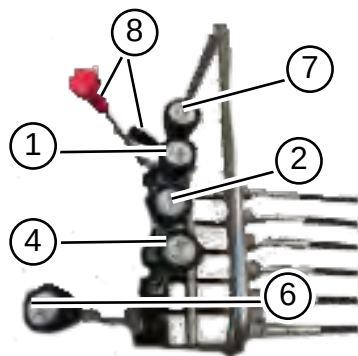
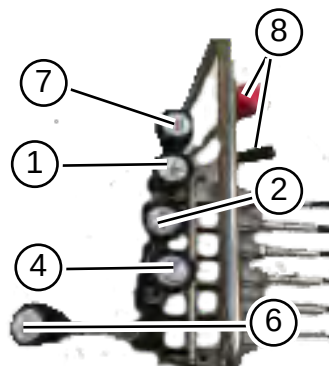
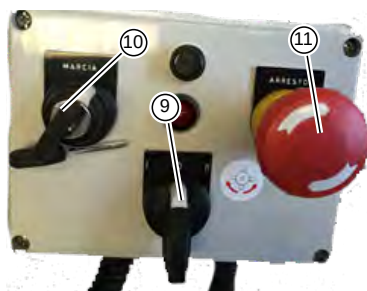

Fig. 37
Fig. 38
Fig. 39
- 10) Ignition key ("Fig. 39");
- 11) Emergency stop ("Fig. 39");
- 10) Clé de contact ("Fig. 39");
- 11) Arrêt d'urgence ("Fig. 39");
- 10) Zündschlüssel ("Fig. 39");
- 11) Notruftaste ("Fig. 39");
- 10) Llave de contacto ("Fig. 39");
- 11) Parada de emergencia ("Fig. 39");
- 10) Chave de ignição ("Fig. 39");
- 11) Botão cogumelo de emergência ("Fig. 39");
L'accensione e l'inversione del rotore si azionano abbinando le leve (8, "Fig. 37") o (8, "Fig. 38").
Se la macchina è corredata di Kit Kompressor, le leve (8, "Fig. 37" o "Fig. 38") non sono presenti. L'accensione e l'inversione si ottengono ruotando il selettore (9, "Fig. 39") in posizione I per avere la rotazione oraria, o in posizione II per avere la rotazione antioraria.
The ignition and reversal of the rotor are actuated by matching the levers (8, "Fig. 37") or (8, "Fig. 38").
If the machine is equipped with kit Kompressor, the levers (8, "Fig. 37" o "Fig. 38") are missing. The ignition and reversal are obtained by rotating the selector (9, "Fig. 39") in the I position to obtain the clockwise rotation, or in position II to obtain the anti-clockwise rotation.
Le démarrage et l'inversion du rotor sont actionnés en unissant les leviers (8, "Fig. 37") ou (8, "Fig. 38").
Si la machine dispose d'un Kit Kompresseur, les leviers (8, "Fig. 37" o "Fig. 38") ne sont pas présents. Le démarrage et l'inversion sont obtenues en tournant le sélecteur (9, "Fig. 39") dans la position I pour obtenir la rotation dans le sens horaire, ou en position II pour obtenir la rotation dans le sens antihoraire.
die Zündung und die Umkehrung des Rotors werden durch die Zusammenführung der Hebel (8, "Fig. 37") oder (8, "Fig. 38"). Wenn das Gerät mit einem Kompressor-Kit vorgesehen ist, die Hebel (8, "Fig. 37" und "Fig. 38") nicht vorhanden sind. Die Zündung und die Umkehrung werden durch das Drehen des Auswahl wie folgt erhalten (9, "Fig. 39"): in Position I, um die Drehung im Uhrzeigersinn zu erhalten, oder in Position II, um die Drehung im Gegenuhrzeigersinn zu erhalten. Die Steuerung für den Rotorbetrieb funktioniert mit 12V. Das rote Kabel an den Pluspol und das schwarze Kabel an den Minuspol der Batterie zu verbinden.
El encendido e inversion del rotor se actúan combinando las palancas (8, "Fig. 37") o (8, "Fig. 38"). Si la máquina tiene el kit compresor, las palancas (8, "Fig. 37" o "Fig. 38") no están presentes. El encendido e inversion se actúan roteando el selector (9, "Fig. 39") en posición I para la rotación horaria o en posición II para la rotación contra horaria. El mando de acción del rotor funciona con 12V. Conectar el cable rojo al polo positivo y el cable negro al polo negativo de la batería.
Ligar e inverter o rotor é operado através da combinação de alavancas (8, "Fig. 37") ou (8, "Fig. 38"). Se a máquina estiver equipada com o Kit Kompressor, as alavancas (8, "Fig. 37" ou "Fig. 38") não estão presentes. Acendimento e inversão são obtidos rodando o interruptor seletor (9, "Fig. 39") para a posição I para rotação no sentido horário, ou para a posição II para rotação no sentido anti-horário. O acionamento do rotor funciona a 12V. Ligar o fio vermelho ao terminal positivo e o fio preto ao terminal negativo da bateria.